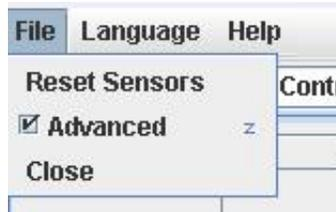

Abbildung 10.4: Menu
- Oben gibt es eine Menübalken mit den Menü „File“ für Hauptfunktionen. Damit man die Sensoren zurücksetzen kann auf 0 im Programm und um den erweiterten Modus freizuschalten (Abbildung 10.4). Das Zweite Menü ist für eine Sprachenänderung wobei bis jetzt die Möglichkeit besteht zwischen Englisch und Deutsch. Im dritten Menü ist eine kleine Hilfe eingebaut.